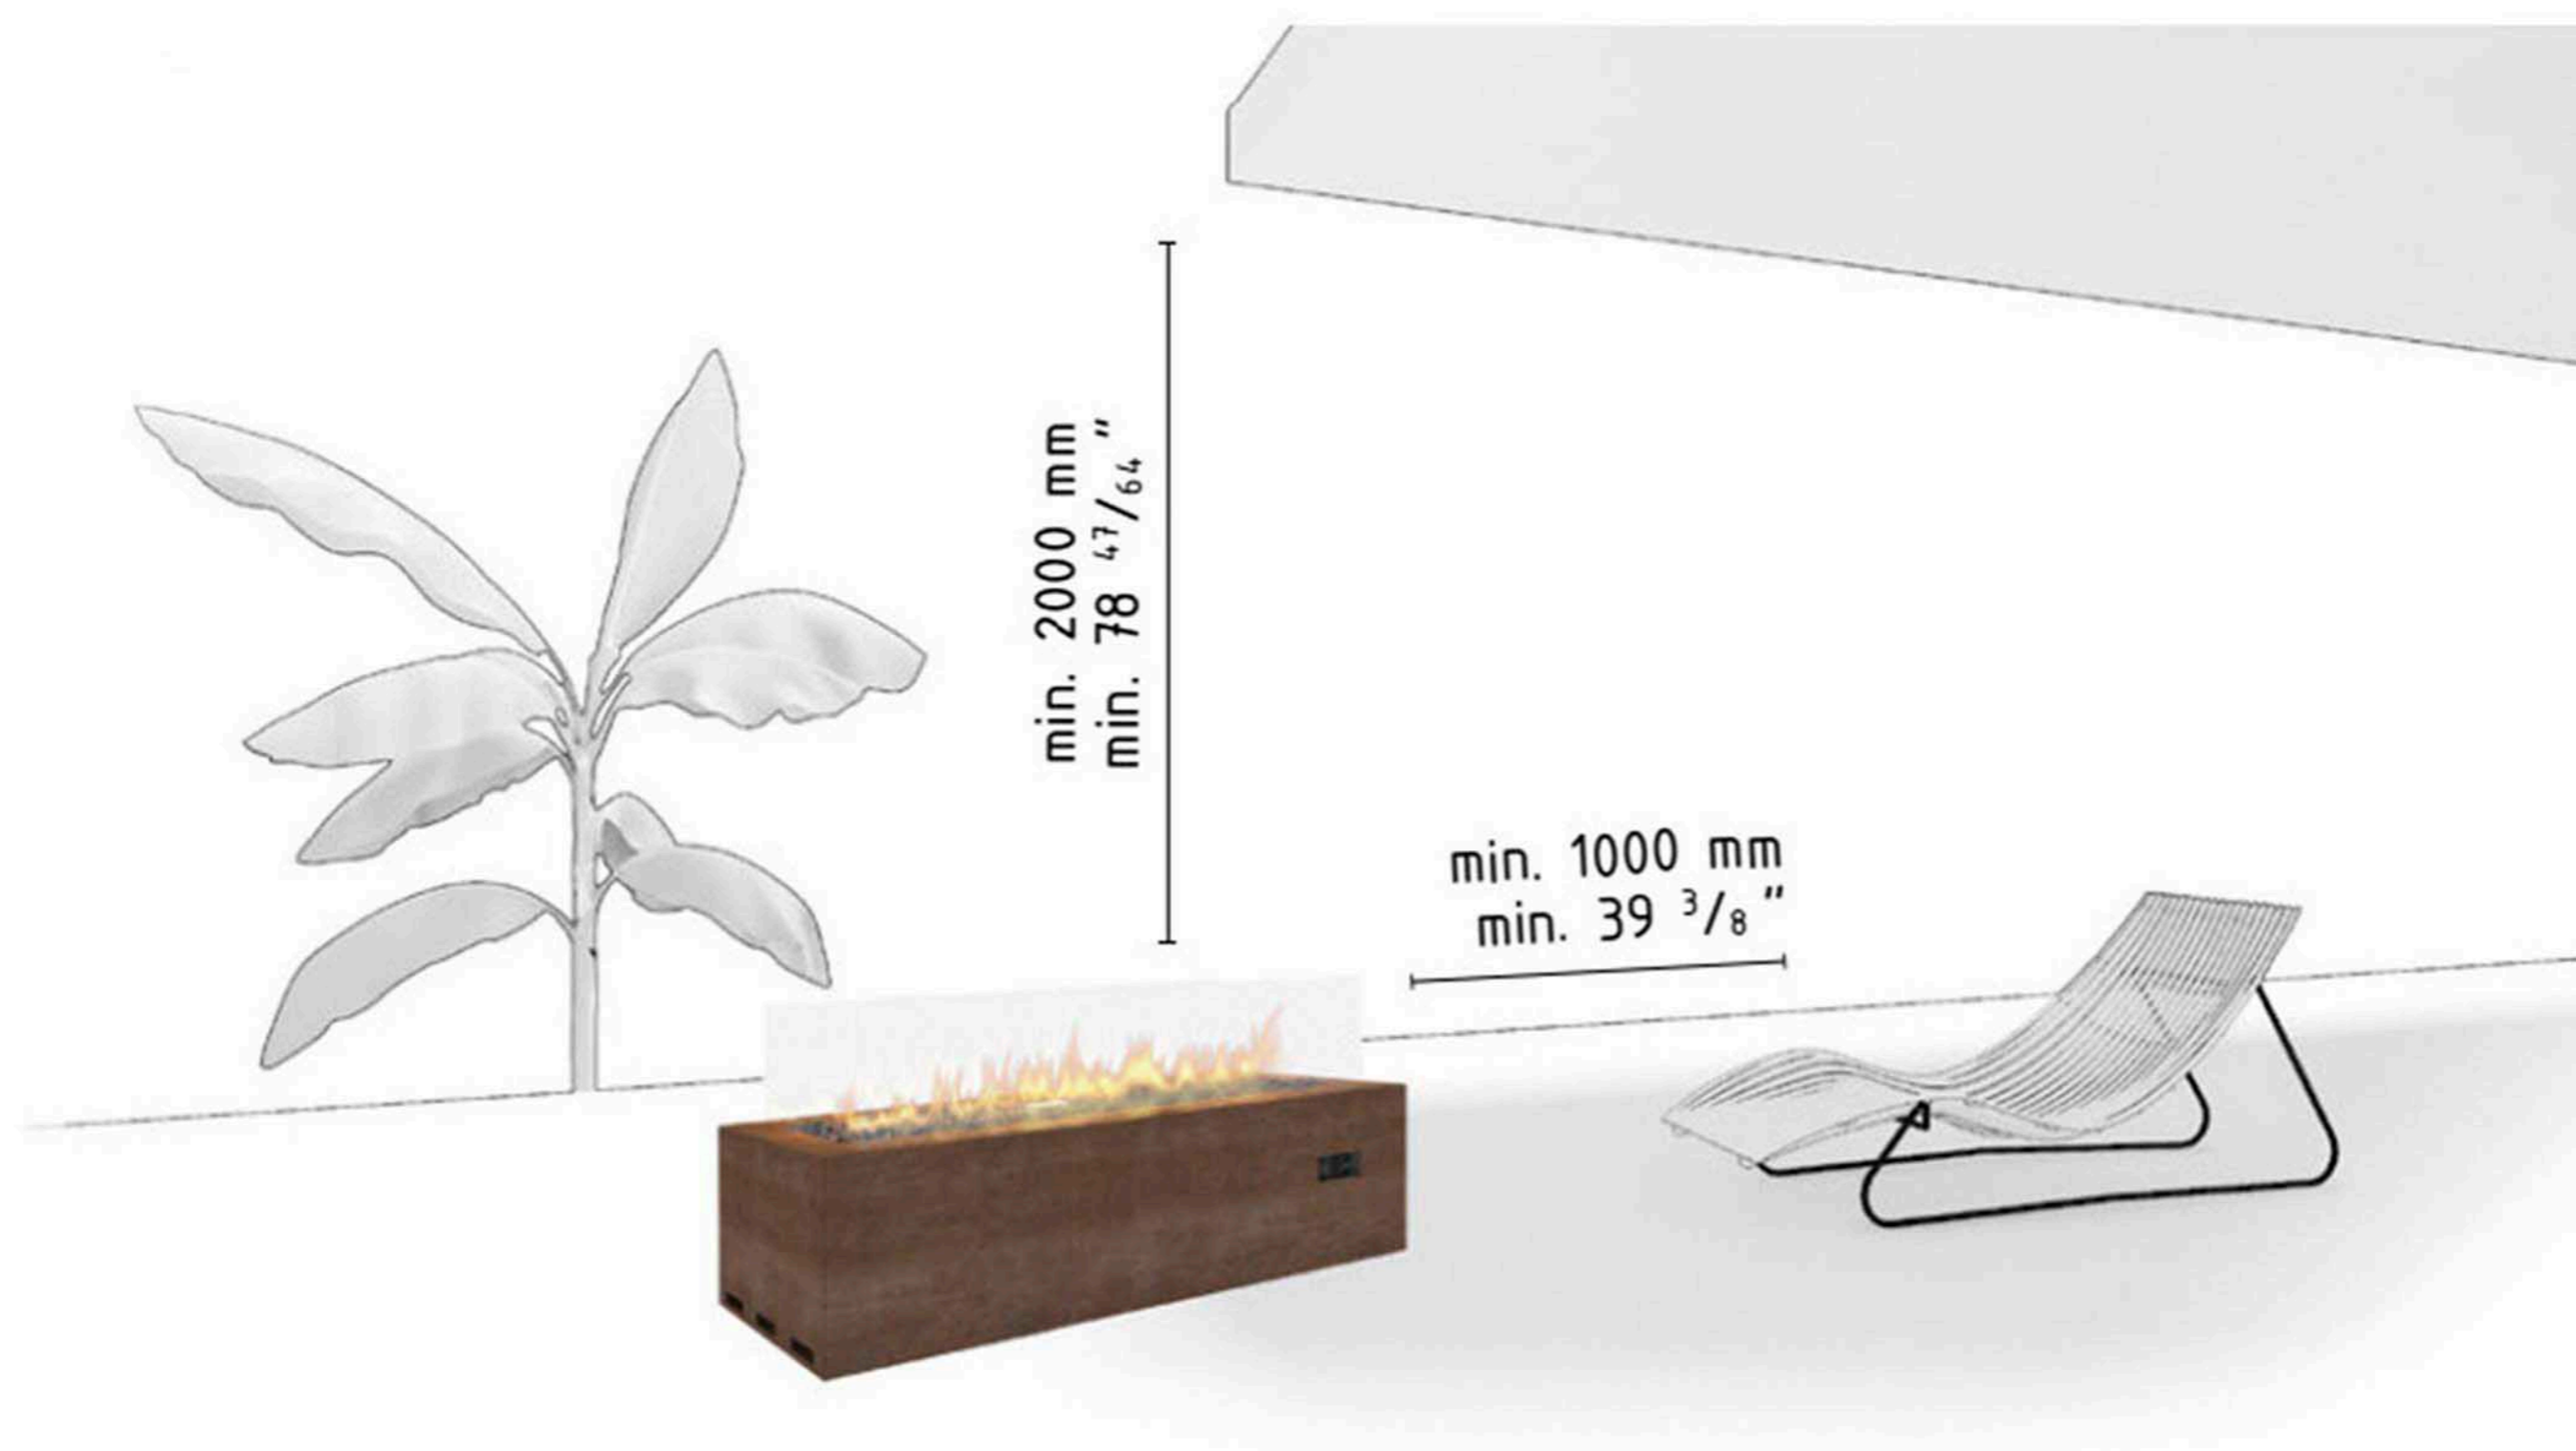

Рисунок 1
- Использовать вдали от горючих материалов. Не размещать никаких горючих материалов на расстоянии 1м от камина GaLiO Corten и 2м над устройством. (Смотрите рисунок 1).